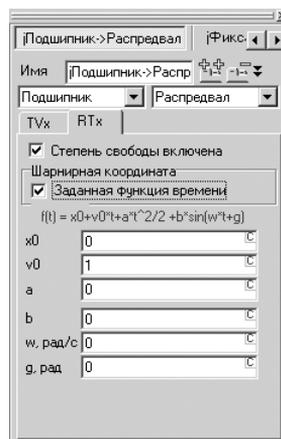

Рис. 2.16. Окно **Инспектор** после превращения цилиндрического шарнира **jПодшипник->Распревал** во вращательный
- щелкните в окне **Инспектор** по закладке **RVx**, а затем по флажку **Заданная функция времени**, если там нет флажка, для задания значений для вращательного шарнира **jПодшипник->Распревал**. Появятся соответствующие поля значений, см. рис. 2.16.